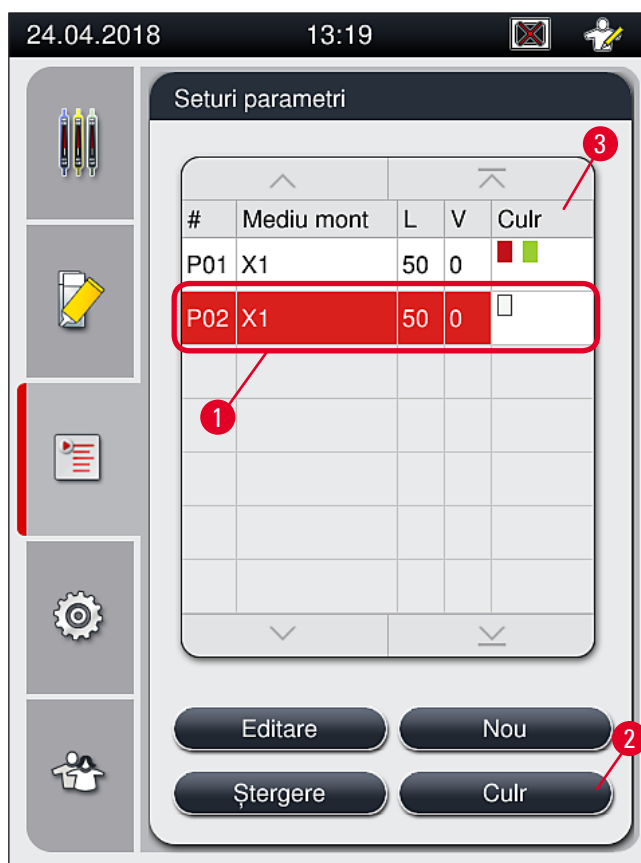

Fig. 44
1. Din meniul setului de parametri (→ Fig. 44), apăsați pe intrarea corespunzătoare pentru a selecta setul de parametri căruia i se va alocă o culoare a cadrului stativului (→ Fig. 44-1).